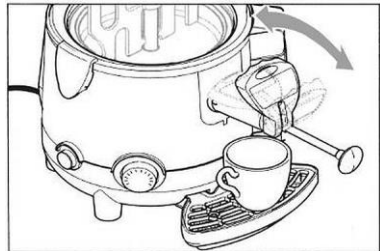

Fig. 11
1. Prima di procedere alla pulizia, svuotare il contenitore con l'apparecchio acceso, agendo sulla leva del rubinetto di erogazione (fig. 11).